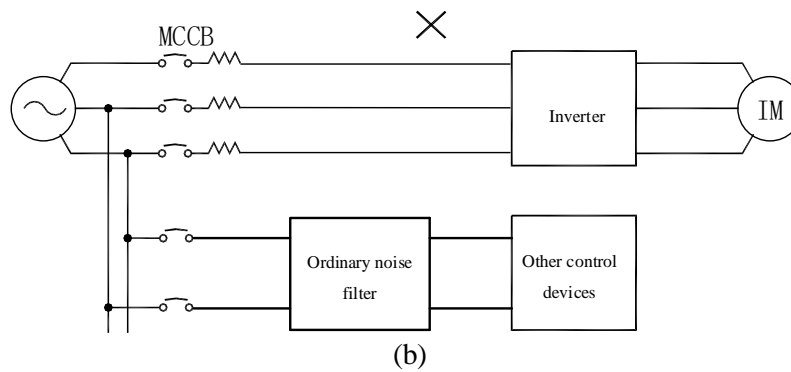

Рис. 3.6: Неправильная установка фильтра ЭМС.
- Правильная и неправильная установка фильтра ЭМС показаны на Рис. 3-5 и Рис. 3-6..